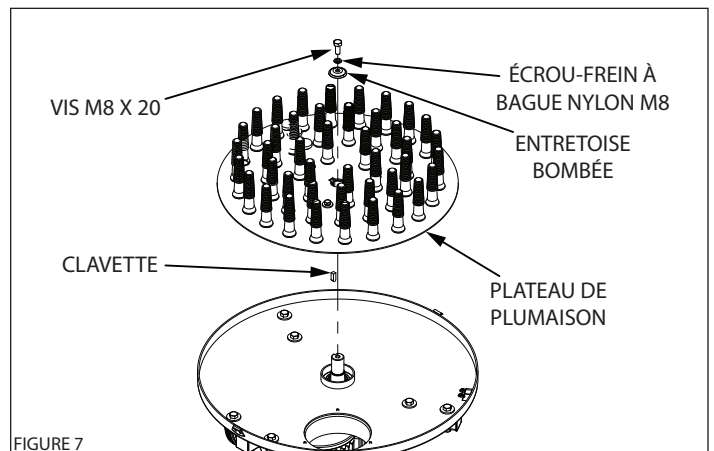

FIGURE 7
- Enfiler la clavette dans l'arbre de sortie. (**VOIR FIGURE 7**)
- Poser une vis de 8 mm, une rondelle-frein M8 et une rondelle d'espacement bombée de 8 mm sur l'arbre. Serrer à l'aide d'une clé de 13 mm. (**VOIR FIGURE 7**)